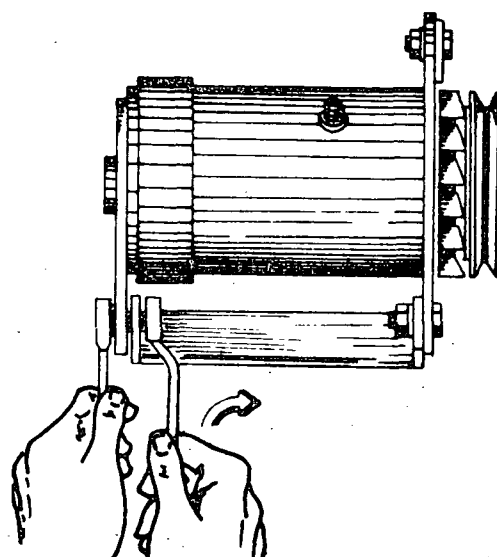

Fig. 6
- c Solte os parafusos de fixação do dínamo e afrouxe a correia (fig. 6).